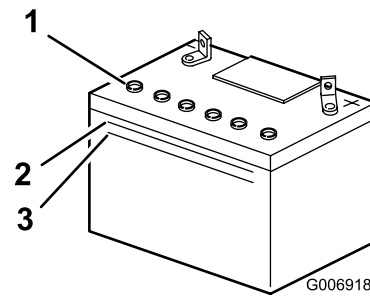

Bild 36
2. Sehen Sie sich die Seite der Batterie an. Der Füllstand muss bis zur oberen Linie reichen (Bild 36).
Hinweis: der Säurestand darf nicht unter die untere Linie fallen (Bild 36).
2. Entfernen Sie die Fülldeckel (Bild 36).
3. Gießen Sie langsam destilliertes Wasser in jede Batteriezelle, bis der Füllstand den unteren Teil des Rohrs erreicht (Bild 36).